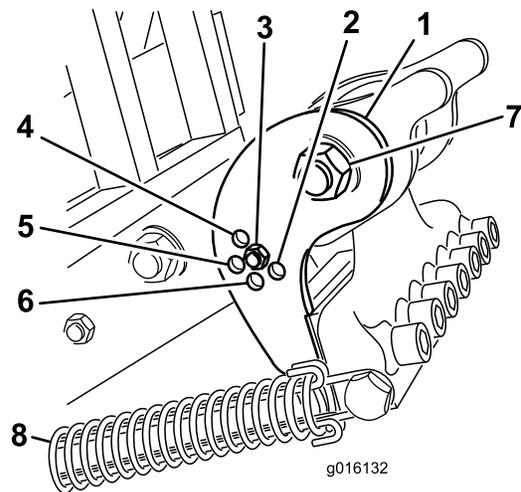

Figura 36
Impostate la staffa di inclinazione (Figura 36) alla posizione corretta in base alla lunghezza delle fustelle. Il fermo della testa viene impostato alle posizioni predefinite da 1 a 5 selezionando il foro attraverso il quale si fissa l'asta di regolazione. Questi fori sono predefiniti; ad esempio, utilizzando fustelle da 25,4 cm nella posizione da 30,48 cm si ottiene una finitura più leggera; dipende dall'applicazione.
3. Allentate la tensione della molla sulla testa delle fustelle (Figura 36).
4. Rimuovete il dado e il bullone nei fori di regolazione nella staffa di inclinazione (Figura 36).